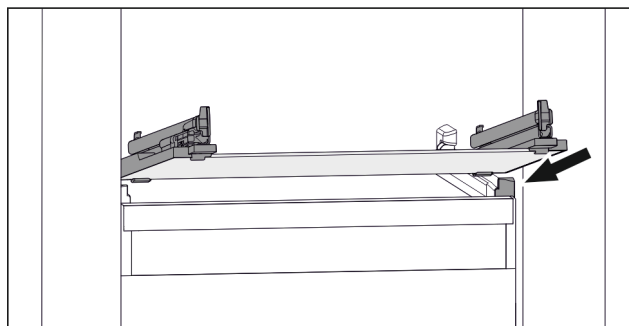

Fig. 103 Reprezentare exemplificativă a plăcii de sticlă
- ▶ Așezați placa de sticlă oblic în spatele opritoarelor. (vezi Fig. 103)